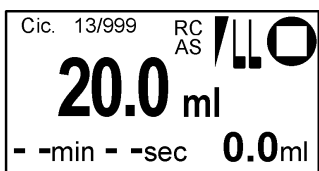

Fig. 45: Pantalla principal
- ➔ Aparece la pantalla principal (véase Fig. 45)